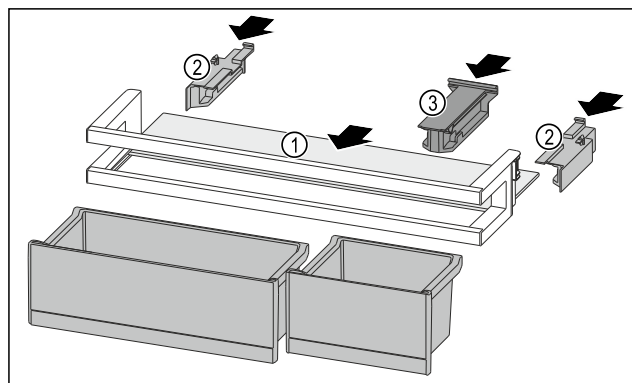

Fig. 174
- Inserire il ripiano Fig. 174 (1) negli incavi laterali.
- Inserire gli elementi laterali Fig. 174 (2).
- Inserire l'elemento di tenuta Fig. 174 (3).